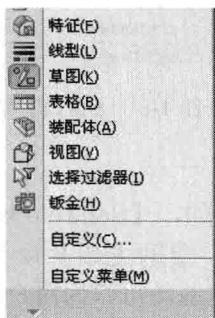
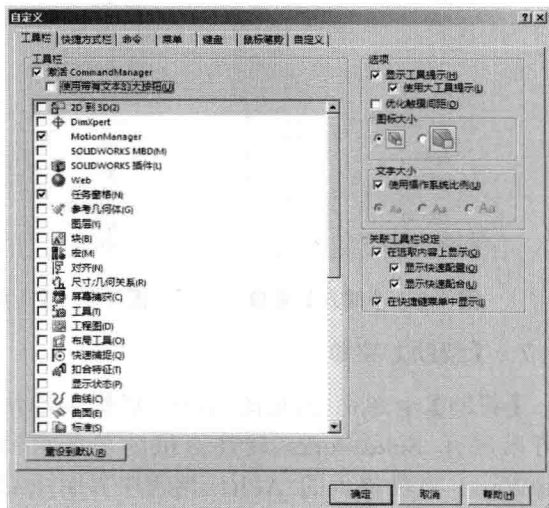

图 1-10 选择【自定义】命令
图 1-11 【自定义】对话框
(1) 选择【工具】|【自定义】菜单命令，如图 1-10 所示，此时系统弹出如图 1-11 所示的【自定义】对话框。
(2) 切换到【工具栏】选项卡，此时会显示 SolidWorks 2015 系统所有的工具栏，根据实际需要勾选工具栏。
(3) 单击【确定】按钮，则系统工作界面上将显示已勾选的工具栏。